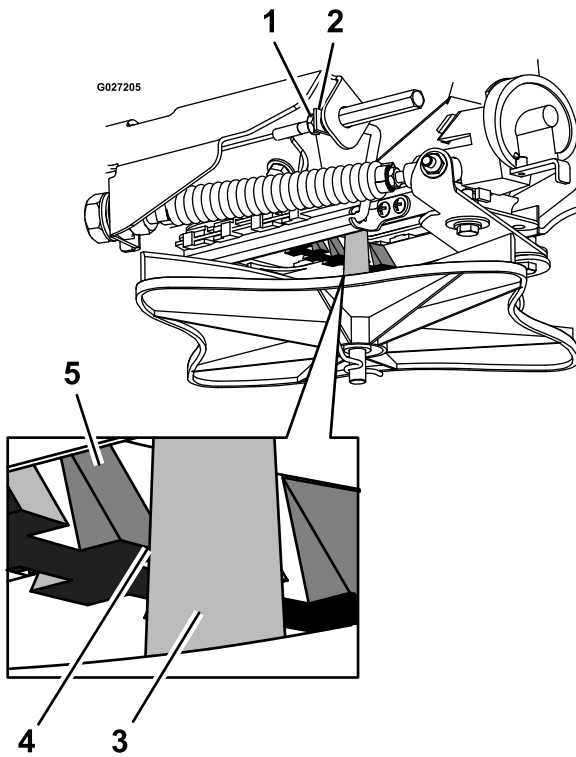

Figure 92
5. Desserrez l'écrou de blocage au bout du câble de commande d'épandage (Figure 92).
6. Tirez sur la tige de liaison jusqu'à obtention d'un écart de 3,2 mm ($\frac{1}{8}$ po) entre la dent de rampe et l'arbre de turbine (Figure 92).
7. Resserrez l'écrou de blocage (Figure 92).